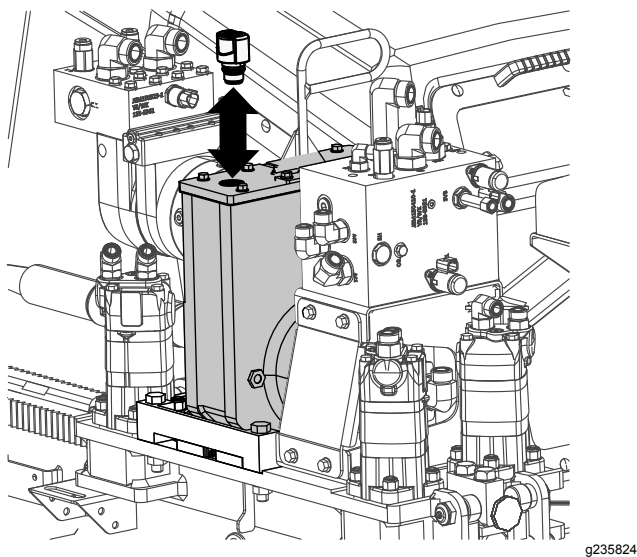

Figure 102
5. Retirez le reniflard (Figure 102).
7. Remettez le reniflard en place (Figure 102).